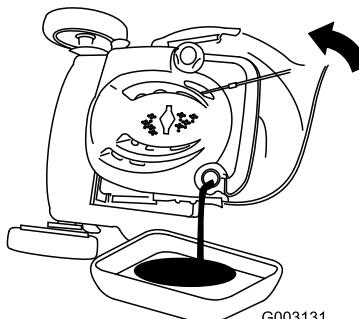

Figura 41
- Ponga el cortacésped de lado (con el filtro de aire hacia arriba) para drenar el aceite usado a través del tubo de llenado de aceite (Figura 41).